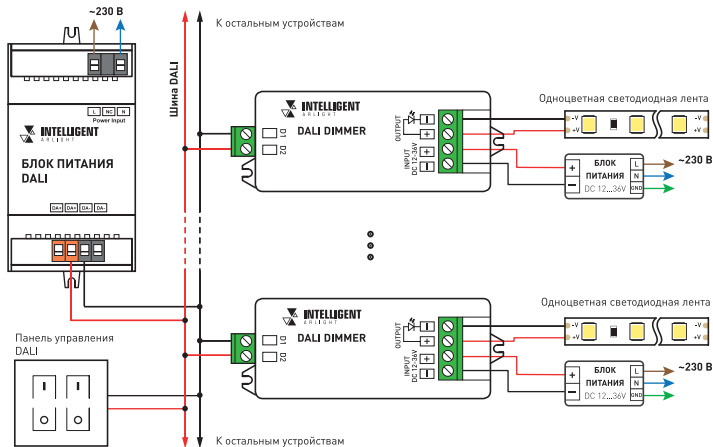

Рисунок 1. Схема подключения диммеров.
- 3.3. Подключите светодиодную ленту или другой совместимый светодиодный источник света к выходу «OUTPUT» диммера, соблюдая полярность и порядок подключения проводов (Рис.1).